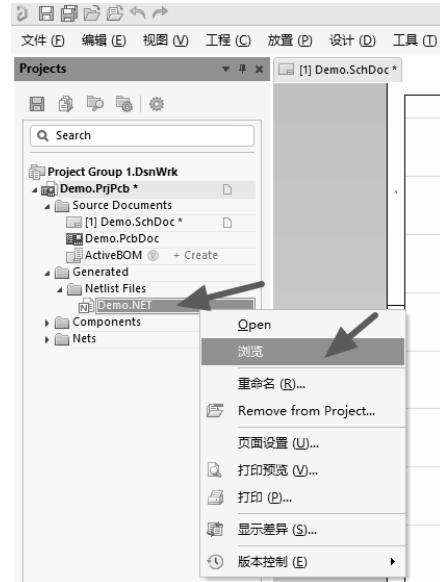

图 8-14 网表的查找
(2) 在网表上单击鼠标右键，选择“浏览”命令，寻到所在路径，可以单独调用该网表，如图 8-14 所示。